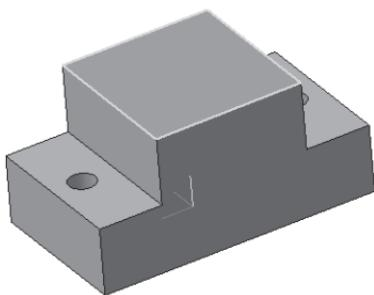

Рис. 198
- щелчком ЛКМ выделите верхнюю грань приклешенного параллелепипеда (вы укажите плоскость для дальнейшего построения – зеленая) – рис. 198;